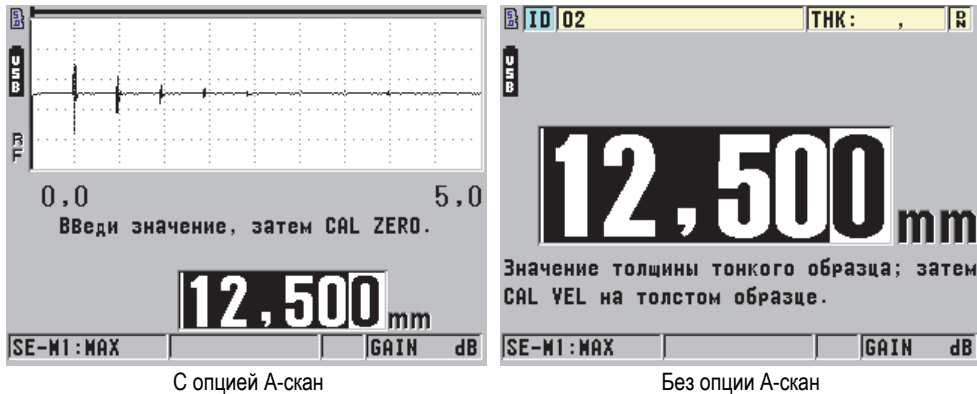

Рис. 5-5 Калибровка скорости звука на 5-ступенчатом образце
1. Для калибровки скорости звука в материале при наличии или без опции А-скана (см. Рис. 5-5 на стр. 68) выполните следующее: